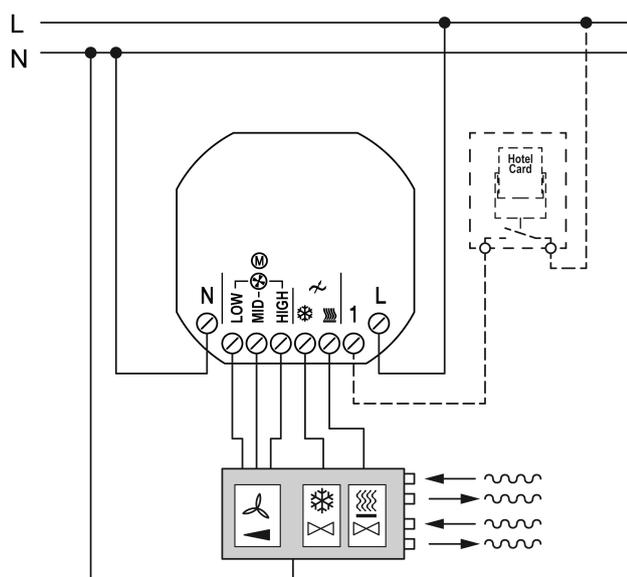

рисунок 6: Подключение вентиляторного конвектора для 4 труб через слот активации карты постояльца
- Для вентиляторного конвектора с режимом работы для 4-х труб необходимо подключение варианта сетевого блока для 4-х труб (рисунок 6).
- Установить сетевой блок питания (8) в правильном положении в розетку прибора. Соблюдать маркировку **TOP** = Верх.
- Установить рамку (9) на вставку жалюзи.
- Установить насадку (10) на вставку жалюзи